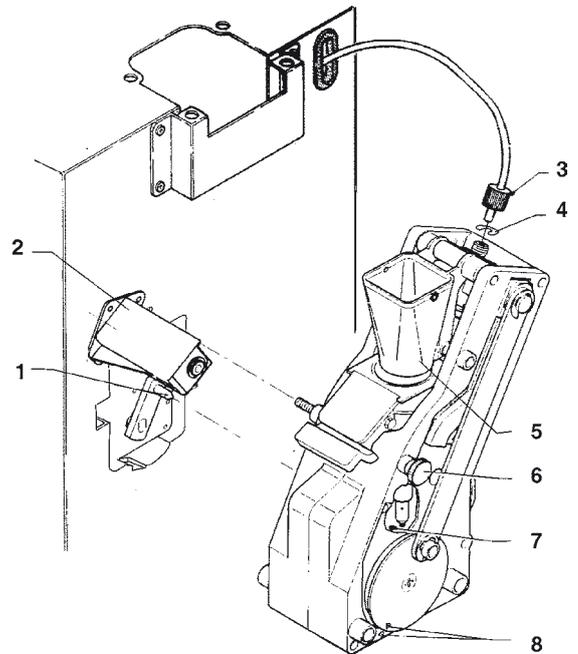

Abb. 24
- der Kesselteflonschlauch vom oberen Kolben trennen, und darauf achten, daß die Dichtung nicht verloren geht (s. Abb. 24);
- die Schrauben A und B leicht losschrauben, bis der Kaffeetrichter freigegeben werden kann (s. Abb. 24);